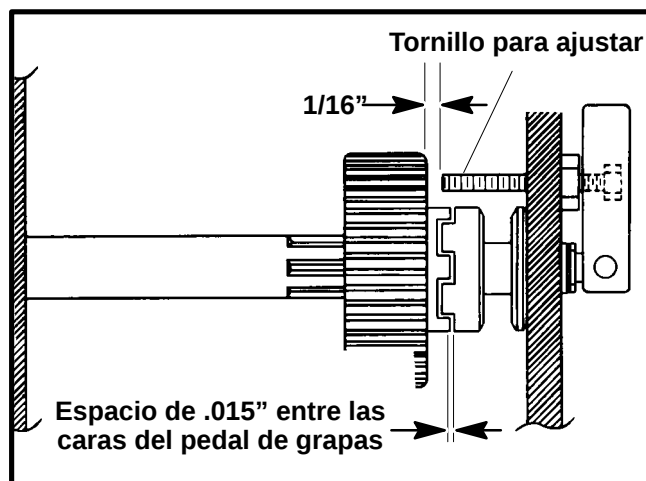

Figura 48
22. Ajuste el tornillo de regreso hasta que se obtenga 1/16" (1.59 mm) entre el tornillo y el engranaje. Vea la Figura 48.